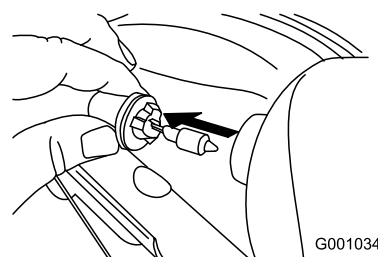

Figure 56
3. Sortez directement l'ampoule par l'arrière du phare (Figure 56).